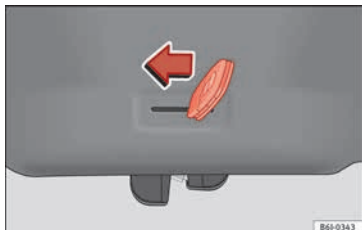
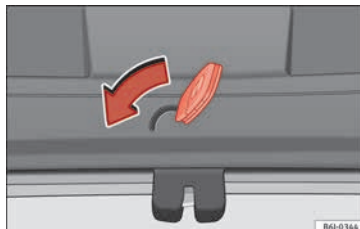

Abb. 4 IBIZA/IBIZA SC: Notentriegelung der Heckklappe
Abb. 5 IBIZA ST: Notentriegelung der Heckklappe
- Den Schlüsselbart in den Schlitz stecken und das Verriegelungssystem entriegeln, indem der Schlüssel von rechts nach links in Pfeilrichtung »» **Abb. 4**, »» **Abb. 5** bewegt wird